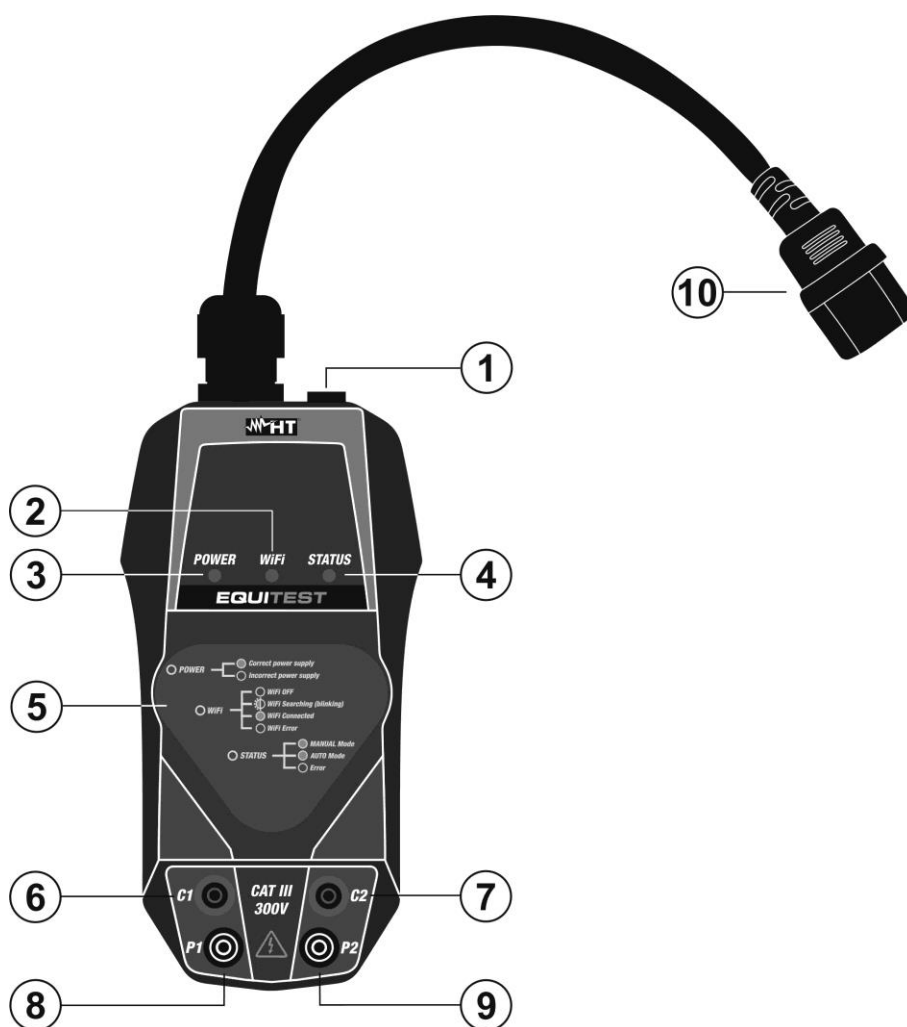
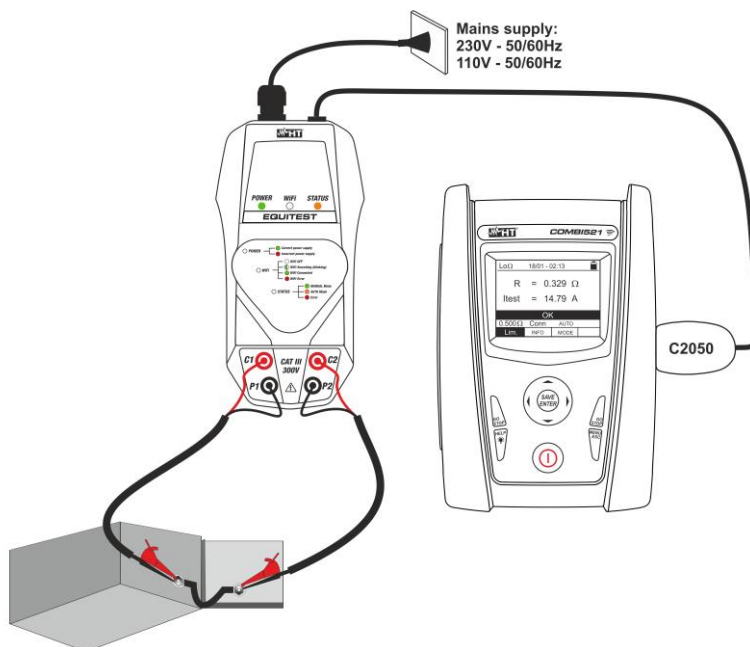

Fig. 1 Descrição do instrumento
Fig. 3 Uso do instrumento com unidade MASTER
1. Ligar o instrumento à fonte de alimentação através do cabo de rede fornecido (ver Fig. 1 - parte 10). O LED **POWER** está aceso a **verde constante** para identificar a tensão de alimentação correta, o LED **STATUS** está aceso a **verde constante** para identificar o funcionamento do instrumento **em modo Manual** (ver manual do instrução MASTER), o LED **WiFi** está aceso a **verde intermitente** para identificar que o instrumento está a tentar efetuar (se disponível) uma conexão WiFi com um dispositivo móvel externo através do APP **HT Equitest** (ver § 5.2) e não possui funcionalidade na conexão com o instrumento MASTER
2. Ligue o instrumento ao instrumento MASTER (ver Fig. 3) através do cabo C2050 fornecido (ver Fig. 1 - parte 1)
4. Ligar os dois cabos pretos do conjunto de cabos **C7000** aos conectores de entrada **P1** e **P2** e os dois cabos vermelhos aos conectores de entrada **C1** e **C2** (ver Fig. 3)
5. Ligar os cliques de jacaré do conjunto de cabos **C7000** às extremidades do objecto de teste (ver Fig. 3)
7. Com o **modo Automático** seleccionado no instrumento MASTER (medição activada sem utilizar o botão **GO/STOP**) verificar se o LED **STATUS** está aceso em **laranja constante** e ligar os clips do jacaré às extremidades do objecto de teste (ver Fig. 3) para ativar automaticamente o teste.
1. Ligar o instrumento à fonte de alimentação através do cabo de rede fornecido (ver Fig. 1 - parte 10). O LED **POWER** está aceso a **verde constante** para identificar a tensão de alimentação correta, o LED **STATUS** está aceso a **verde constante** para identificar o funcionamento do instrumento em modo Manual